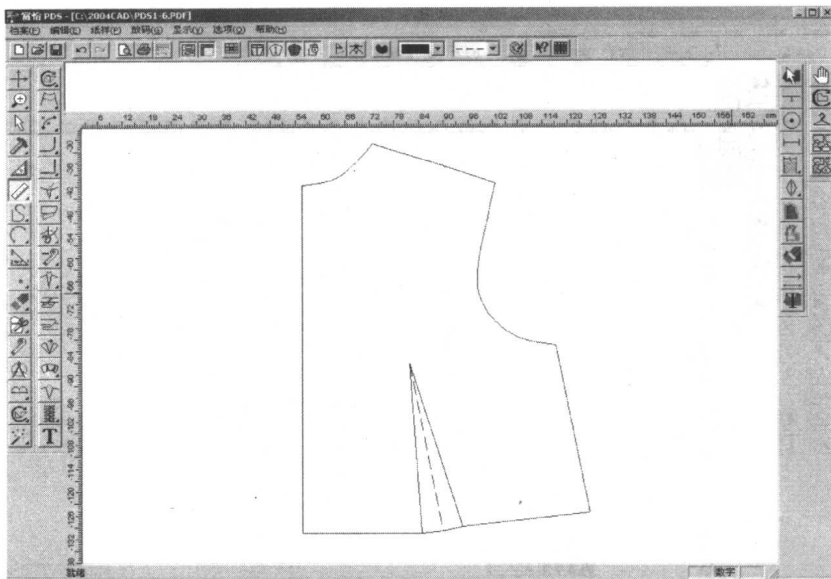

图 1-6-1
1. 打开素材文件 pds1-6, 如图 1-6-1 所示。